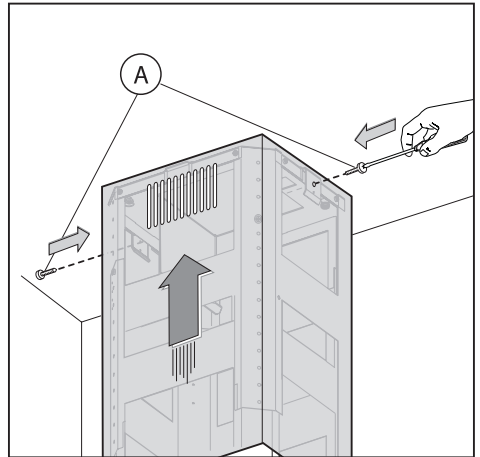

Fig.10
- Prendere il camino decorativo superiore e fissarlo alla struttura mediante le 2 viti **A** (Fig.10). Accoppiare il camino decorativo inferiore con il camino decorativo superiore e fissarlo attentamente con del nastro adesivo **L** (Fig.11A).